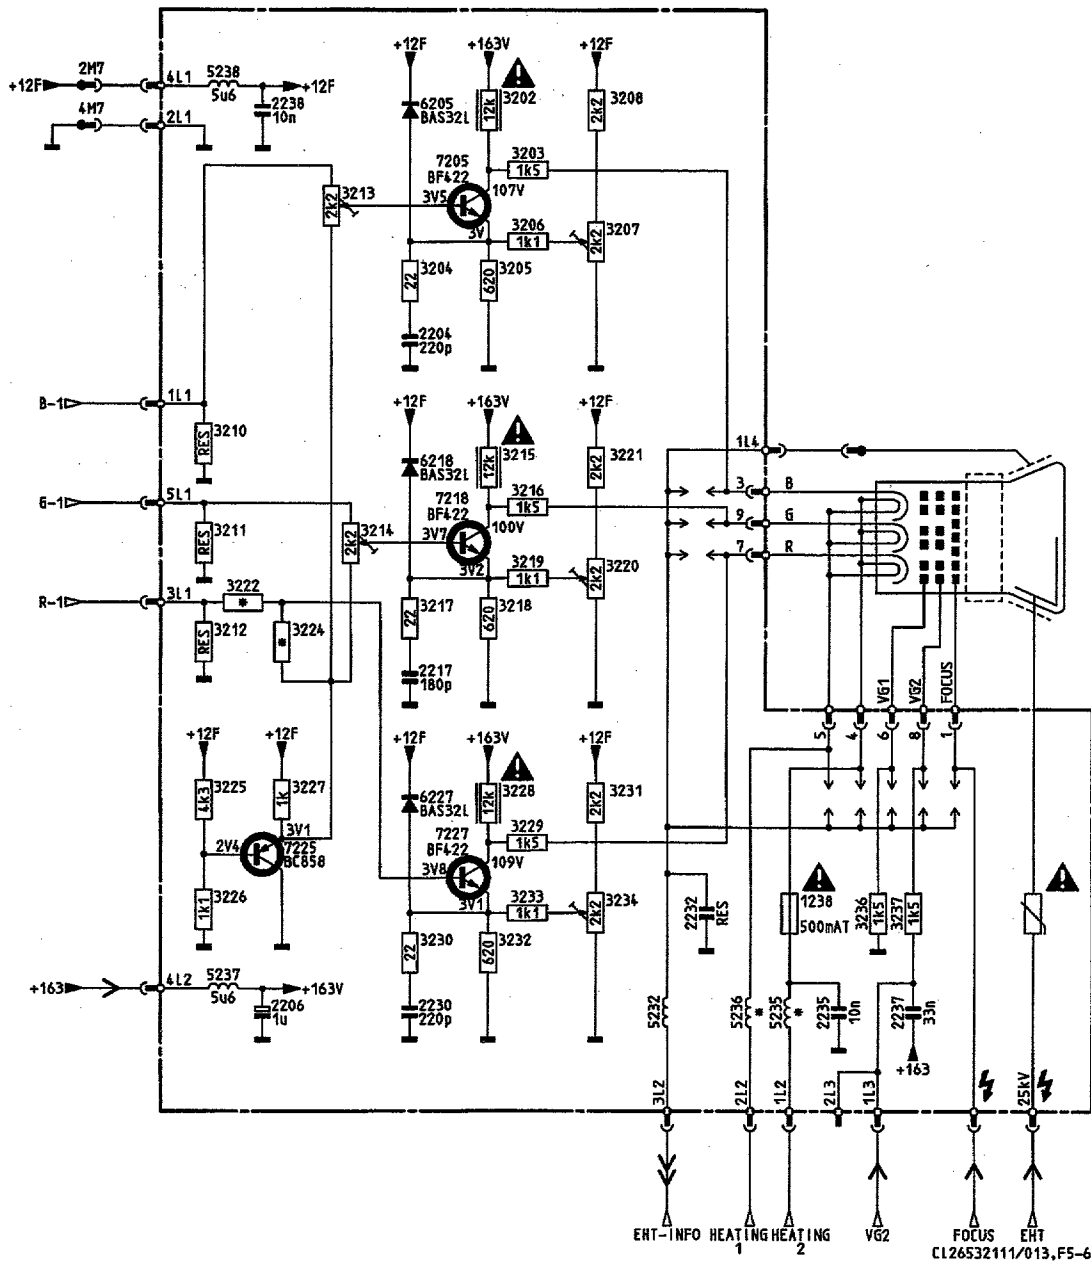

Fig. 5.6
5.5 Amplificatori terminali RVB (Fig. 5.6)